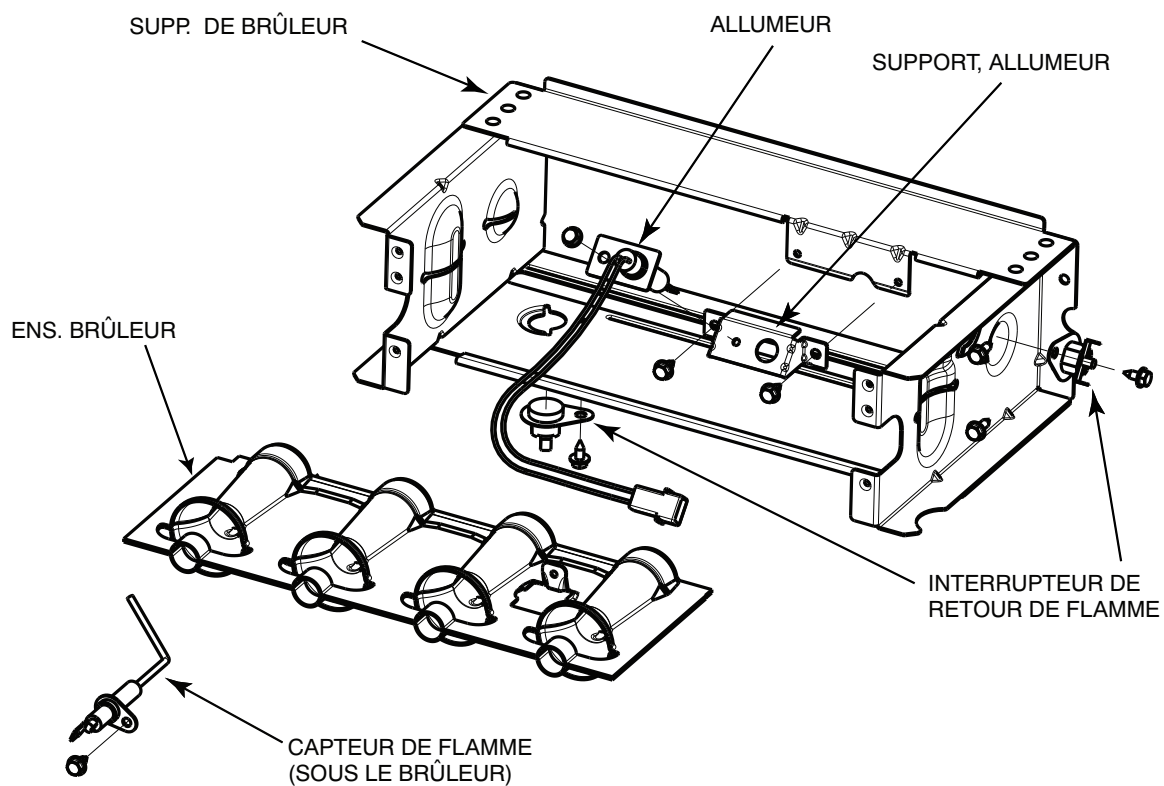

Fig. 61 - Ensemble du brûleur
6. Retirez les vis qui retiennent l'ensemble du brûleur au panneau cellulaire. (Consultez la Fig. 61.)